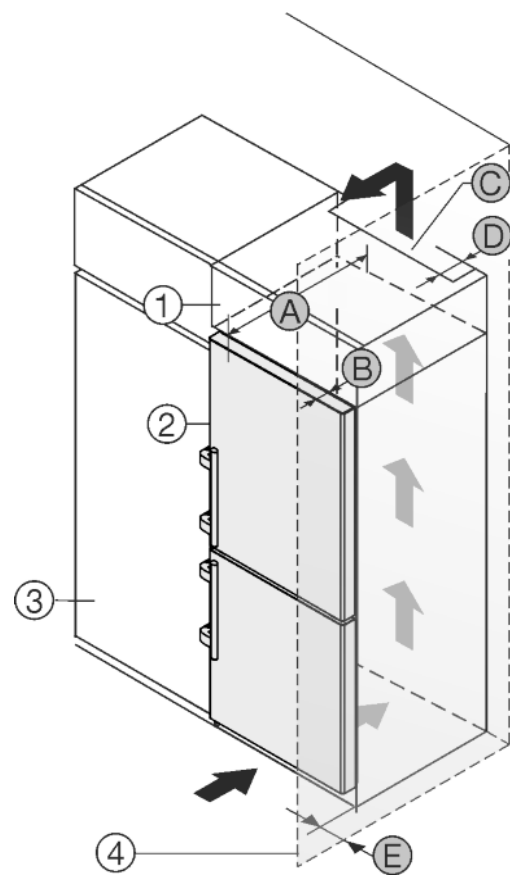

Fig. 42
Устройство может быть окружено кухонными шкафами. Чтобы уравнять устройство Fig. 42 (2) по высоте с кухонной стенкой, можно установить над устройством дополнительный шкафчик Fig. 42 (1).
Установить устройство можно непосредственно рядом с кухонным шкафом *Fig. 42 (3)*. Чтобы можно было полностью открыть двери, устройство должно выступать на глубину *Fig. 42 (B)* относительно передней стенки кухонного шкафа. В зависимости от глубины кухонных шкафов и использования пристенных распорок устройство может выступать и больше.
- На задней стенке дополнительного шкафчика должен быть вентиляционный канал с глубиной *Fig. 42 (D)* по всей ширине этого шкафа.
- Нужно соблюдать вентиляционное отверстие *Fig. 42 (C)* под нижней панелью.
Если устройство установлено на шарнирах у стены *Fig. 42 (4)*, то нужно соблюдать расстояние *Fig. 42 (E)* между устройством и стеной. Настолько выступает ручка при открытой дверце.